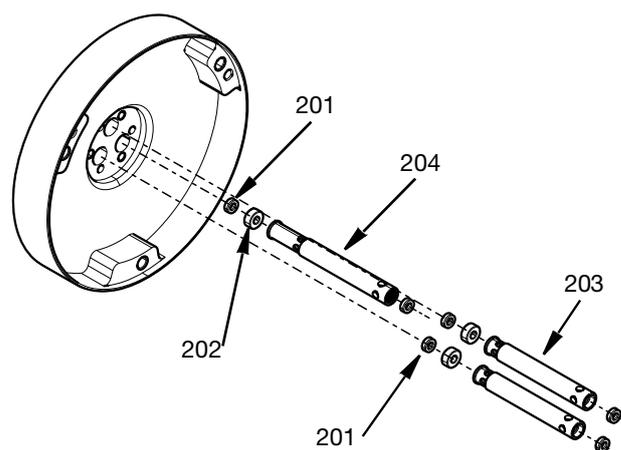

FIG. 15
7. Выньте проставки уплотнений (203 и 204), уплотнения штока (201) и подшипник штока (202). Процедуру снятия уплотнений штока см. в разделе **Комплект инструментов для установки и снятия уплотнений, 25T489**, стр. 35. ПРИМЕЧАНИЕ: проставки предлагаются в 2 размерах (203 и 204). См. FIG. 15.